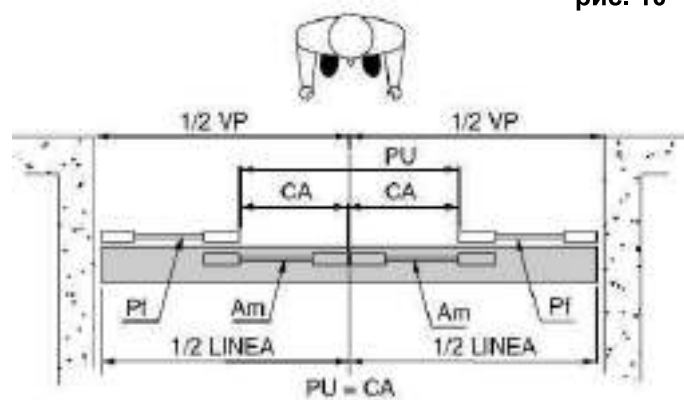

рис. 12
7.3. Крепление короба LINEA 2 (2 подвижные створки) (рис. 12)
Чтобы установить короб симметрично относительно середины прохода, для любого типа монтажа (на проем, в проем и т.д.), необходимо отметить среднюю линию проема и среднюю линию короба и совместить их при креплении короба (рис. 12).